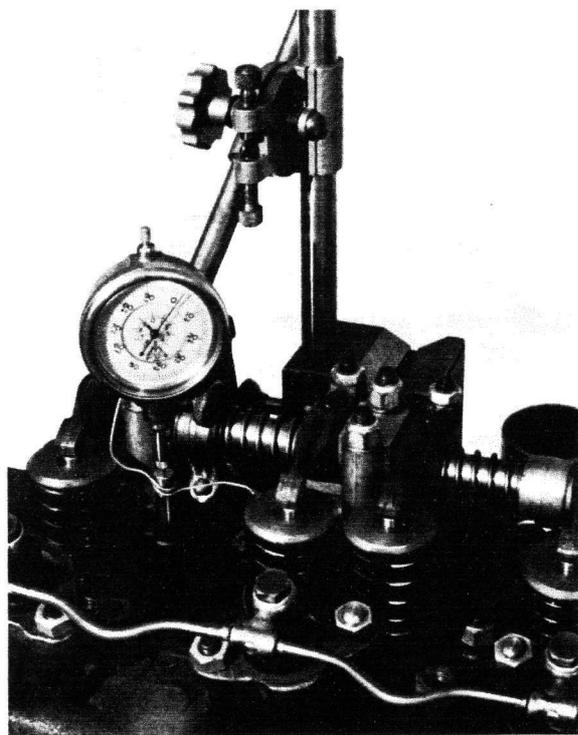

Fig. 8
- 3° Monter un comparateur sur la queue de soupape comme l'indique la figure 8. Auparavant, bien faire porter la soupape sur le fond du piston.